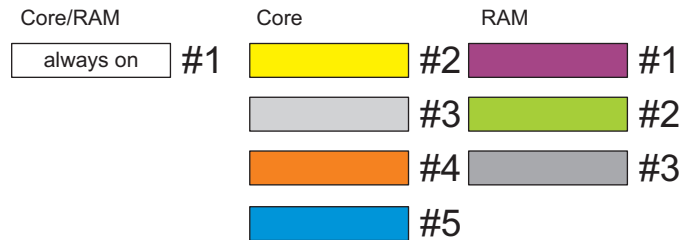

图 2. 针对方框图的颜色图例
此方框图包括一个在微控制器上执行的单独内核功率域的颜色编码表示（请见图 2）。在初始化期间，按照应用的要求，这些功率域可被单独打开 (ON) 或关闭 (OFF)。